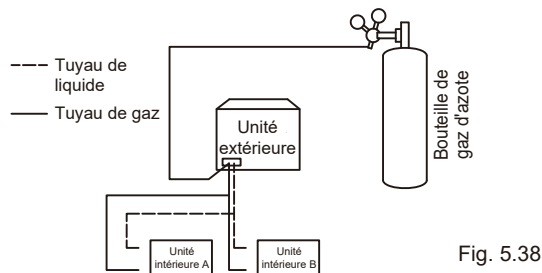

Fig. 5.38
- Utilisez des bouchons pour boucher toutes les ouvertures du côté liquide (gaz), à l'exception de l'ouverture de l'unité intérieure qui est la plus éloignée des unités extérieures (« Unité intérieure A » à la Figure 5.38).